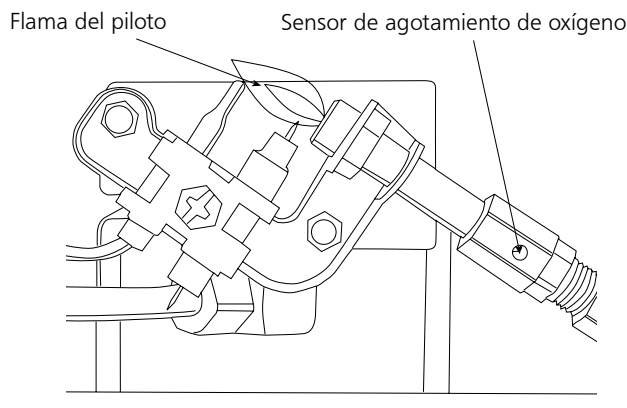

Figura 2
- Gire el regulador externo para la instalación de tanque fácil. Tornillo 1 libra. cilindro de suministro de gas de LP disponible dextrórum (de fondo) en calentador portátil hasta de mano apretado. No use el sellador de hilo en esta unión. ; ver la Figura 2.
- Ligeramente deprima y gire el Botón de Control en contrario para "PILOTAR" la posición, totalmente deprimir para encender a piloto y asimiento durante 30-60 segundos. Repita hasta pilotos. Ver la Figura 2.
La figura 2: Ate el depósito de combustible
Siempre mantenga el área del calentador despejada y libre de materiales combustibles, gasolina y otros líquidos y vapores inflamables. Mantenga las áreas de ventilación (las ranuras en la parte inferior y superior en el frente del calentador) despejadas todo el tiempo. Inspeccione visualmente la llama del piloto y el quemador periódicamente durante su uso. La llama del piloto debe ser de color azul (no amarilla) y debe extenderse más allá de la termocupla. La llama rodeará la termocupla justo debajo de la punta. Ver Figura 2, arriba. Una llama levemente amarilla puede ocurrir cuando la llama del piloto y la del quemador principal se encuentran. El quemador debería ser anaranjado brillante (con un leve color azul alrededor del borde y una bruma roja-anaranjada que es visible en el azulejo de cerámica es aceptable) y sin una llama muy notable. Una llama azul que sobresale de la parte superior del azulejo de cerámica indica una acumulación de polvo, pelusas o telarañas dentro del ensamble de la carcasa y del quemador principal. Si el piloto es amarillo o el quemador tiene una llama notable, es posible que sea necesaria una limpieza. Utilice los siguientes procedimientos para inspeccionar el ensamble de la carcasa y del quemador principal. Es necesario revisar periódicamente el orificio del quemador y el tubo venturi del quemador para asegurarse de que están libres de insectos, nidos o telarañas que pueden acumularse con el tiempo. Un tubo obstruido puede generar un incendio.
- 3 Quite (4) cuatro tornillos que aseguran la tapa trasera al Calentador.
- 5 Quite (4) cuatro quemador que retiene tornillos y línea de combustible de la asamblea de quemador. Quite la asamblea de quemador de la espalda del alojamiento.
- 8 Inspeccione y limpie el piloto (montado en el soporte) con una aspiradora o con aire a presión a través de los orificios en el piloto los cuales se indican con flechas en la Figura 2.